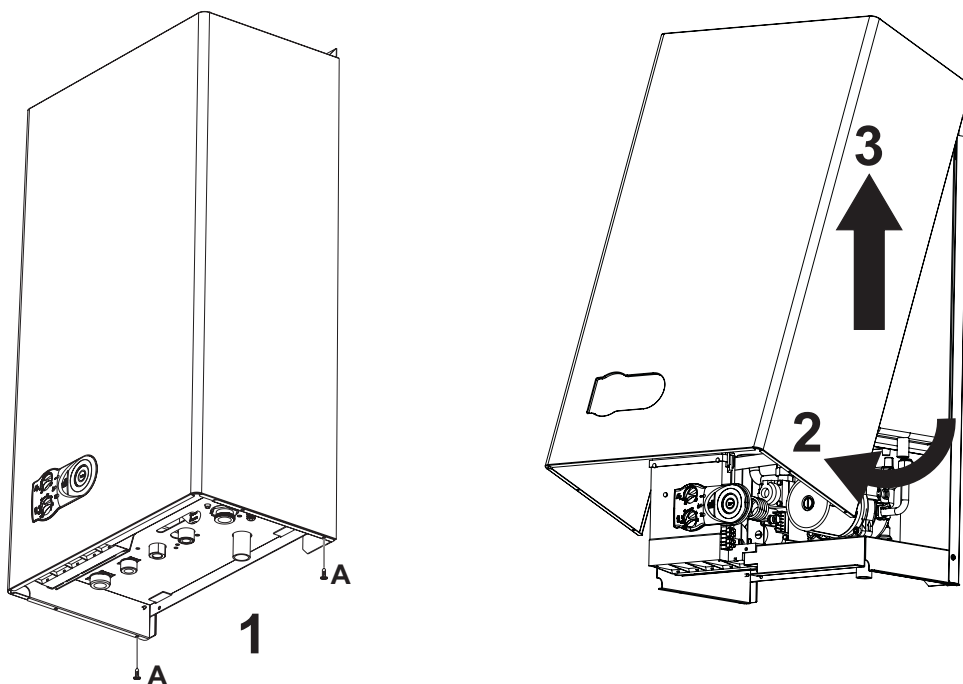

рис. 17 - Снятие кожуха
1. Отвинтите винты "А" (см. рис. 17).
2. Поверните кожух (см. рис. 17).